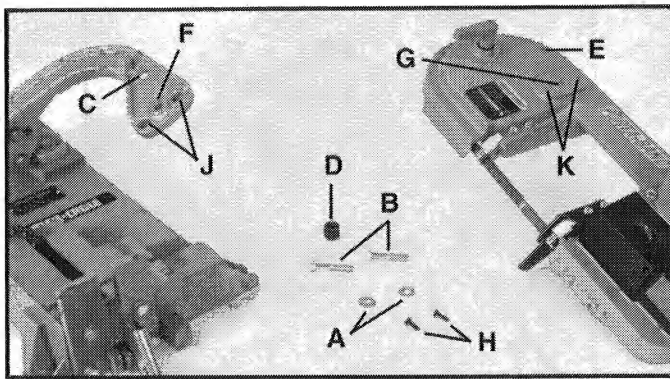

Fig. 7
2. Monte una arandela plana (A), Fig. 7, en cada uno de los dos pernos (B).
3. Introduzca uno de los conjuntos de perno y arandela (montados en el paso 2) a través del agujero (C) y el separador (D), y enrósquelo en el agujero de la sierra de cinta (E). Apriete el perno con los dedos.
4. Introduzca el segundo conjunto de perno y arandela a través del agujero (F) y enrósquelo en el agujero de la sierra de cinta (G). Apriete el perno con los dedos.
5. Introduzca los dos tornillos (H), Fig. 7, (son los dos tornillos que se quitaron en el paso 1) a través de los agujeros (J) y enrósquelos en los agujeros (K).